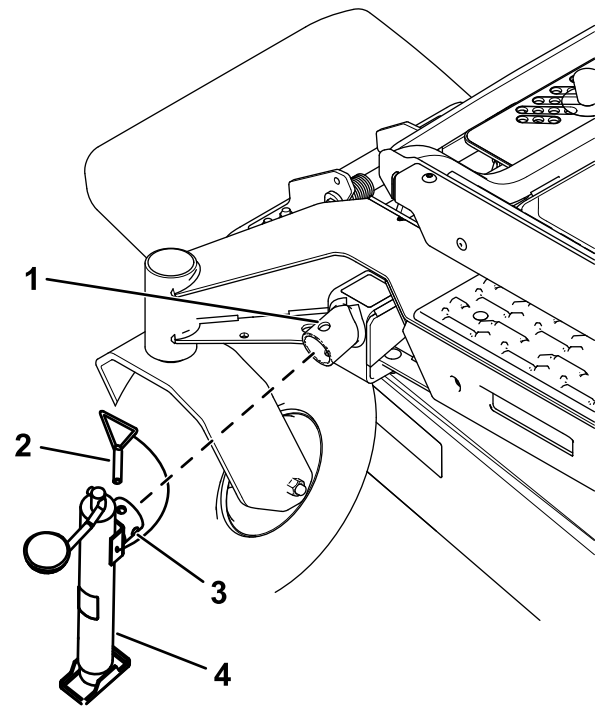

Figura 2
4. Sujete el gato al soporte del gato con el pasador del gato (Figura 2).